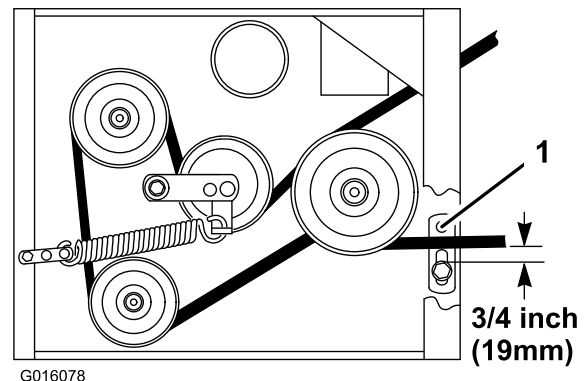

Figura 46
8. Verificate la regolazione corretta del guidacinghia sotto il telaio del motore (Figura 46).
Nota: La distanza tra il guidacinghia e la cinghia del tosaerba dovrebbe essere di 19 cm quando si innesta la cinghia del tosaerba (Figura 46). Regolate il guidacinghia del tosaerba come opportuno. Se le guide sono regolate correttamente, la cinghia, quando è disinnestata, non dovrebbe opporre troppa resistenza né staccarsi dalle pulegge.